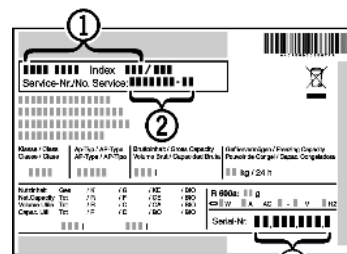

Fig. 14
- ▶ Apparaataanduiding *Fig. 14 (1)*, service-nr. *Fig. 14 (2)* en serie-nr. *Fig. 14 (3)* van het typeplaatje aflezen. Het typeplaatje bevindt zich aan de linkerkant binnen in het apparaat.
- ▶ Contact opnemen met de Technische Dienst en het probleem, apparaataanduiding *Fig. 14 (1)*, service-nr. *Fig. 14 (2)* en serie-nr. *Fig. 14 (3)* mededelen.